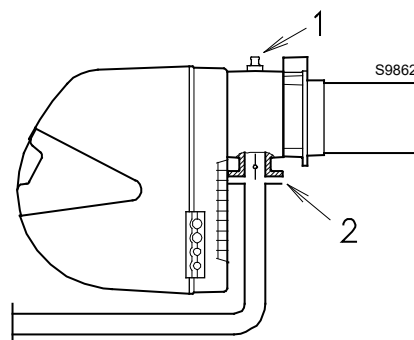

Fig. 18
Pressão do gás medido à saída 1)(Fig. 18), com:
Perda de carga registo borboleta gás 2)(Fig. 18) com abertura máxima: 90°.
- retirar a pressão do gás na tomada 1)(Fig. 18) a pressão da câmara de combustão.
Pressão do gás na tomada 1)(Fig. 18) = 6,4 mbar
Em vez disso, para saber a pressão do gás necessária para a tomada 1)(Fig. 18), defina a potência de modulação máxima na qual o queimador deve ser operado:
- Ler à direita, coluna 1, a pressão na tomada 1)(Fig. 18).
pressão necessária na tomada 1)(Fig. 18).